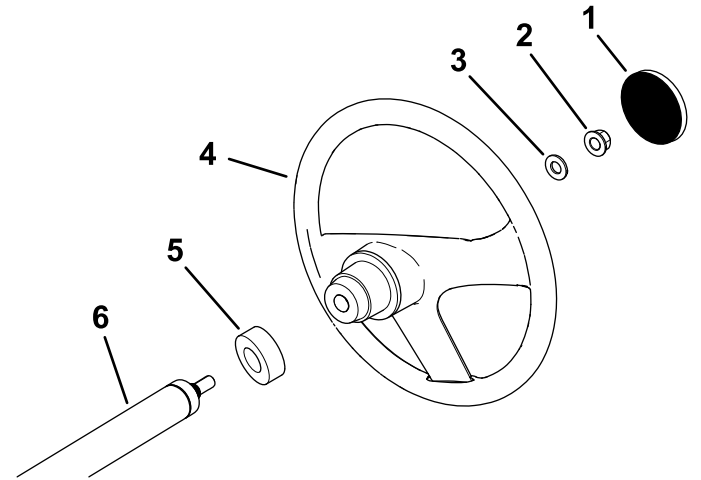

图 3
- 如果方向盘轮毂安装了护罩将其卸掉图 3。
- 从转向轴上卸下锁紧螺母图 3。
- 将方向盘、防尘罩和垫圈½ 英寸滑入转向轴图 3。
- 将护罩安装到方向盘上图 3。